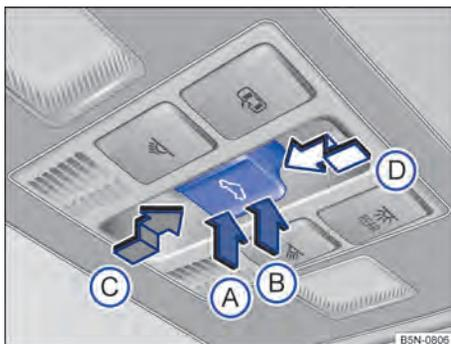

Fig. 69 No revestimento do teto: botão do teto de vidro.
- *Levantar o teto de vidro:* pressionar o botão → Fig. 69 **(B)** até o primeiro nível. Curso automático: pressionar o botão **(B)** até o segundo nível.